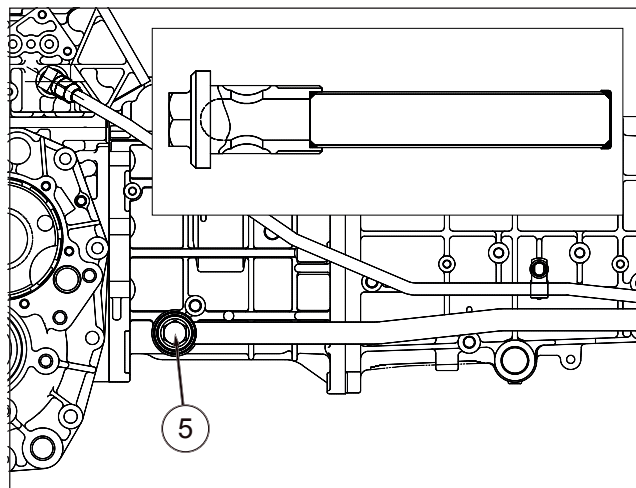

ABB. 91
ABB. 91: Motorölwechsel – Den Motor laufen lassen, um das Öl zu erwärmen. Ablasstopfen (3) aus dem Motor heraus schrauben und das Motoröl vollständig ablaufen lassen.